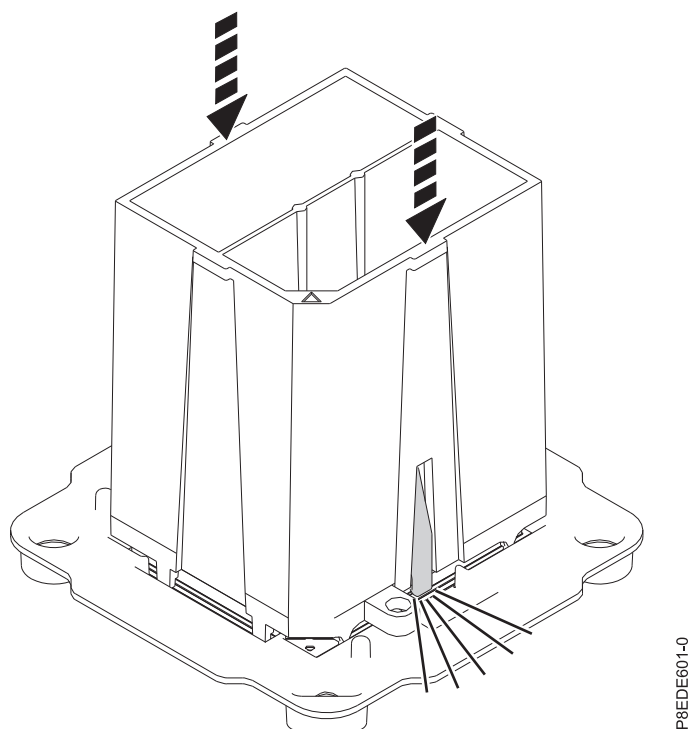

Figura 13. Bloqueando o Módulo de Processador do Sistema na Ferramenta de Remoção
4. Empurre a ferramenta para baixo nos locais indicados pelas setas para bloquear o módulo de processador do sistema na ferramenta de remoção. Consulte o Figura 13 na página 15. Não pressione as guias de liberação azuis até que seja instruído a fazer isso mais tarde.